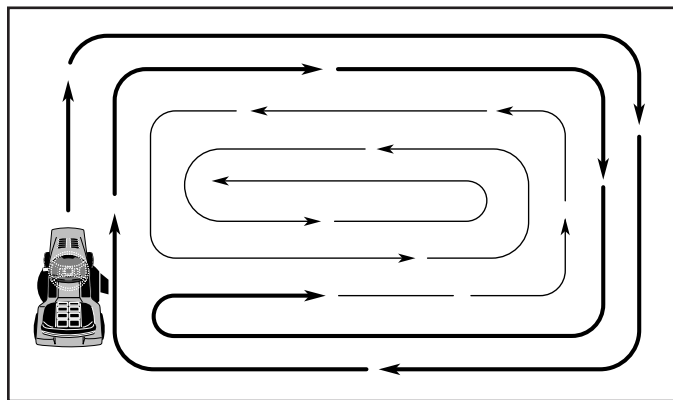

Fig. 25
- Pour tondre une grande surface, on vous conseille de commencer par tourner à droite, de façon à ce que l'herbe ne soit pas déversée sur les arbustes, les clôtures, les allées, etc. Après un ou deux tours, tondez en sens inverse en tournant à gauche jusqu'à ce que le travail soit achevé (Voir la Fig. 25).